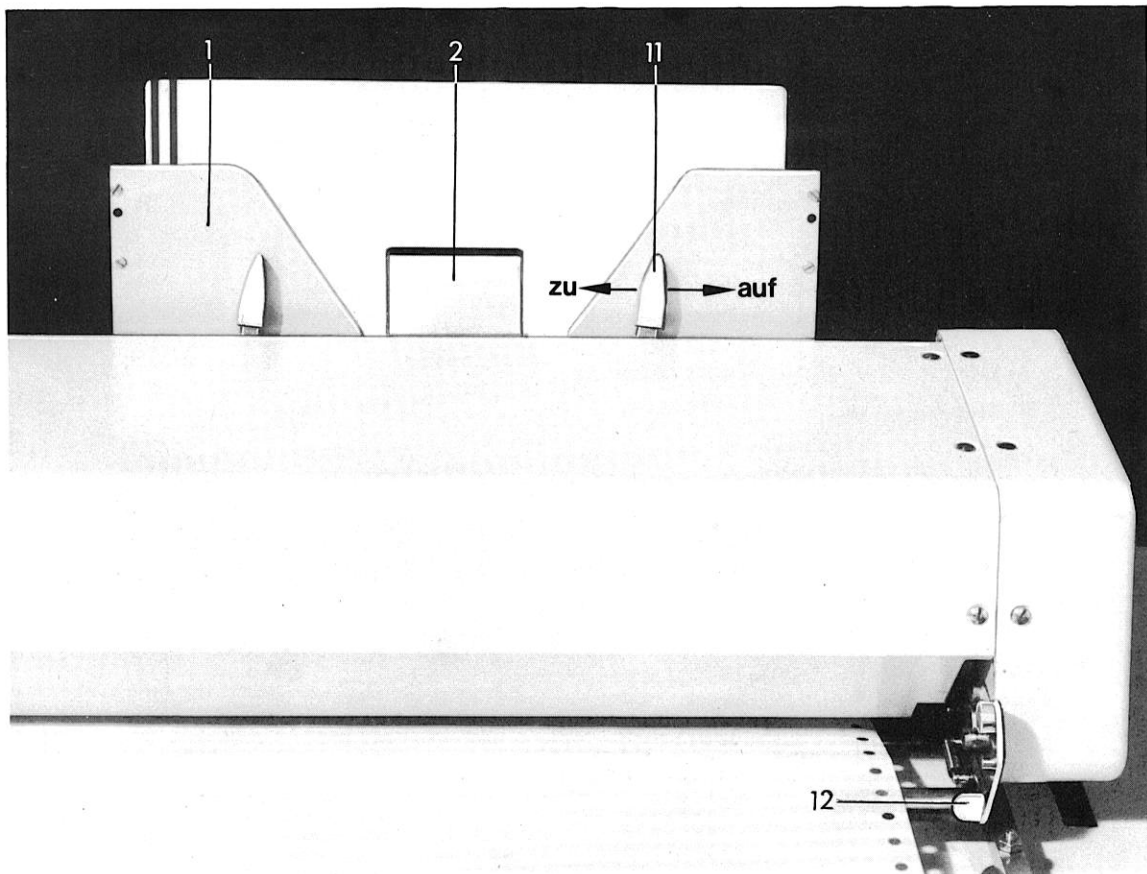

Abb. 18 MKE 2, Rückansicht
in Abb. 18:
Beim Abnehmen beide Schieber (12) Abb. 18 gleichzeitig nach innen drücken, MKE ausklinken und aus den Lagerwinkeln herausheben.
- Kartentasche durch Schwenken des Verriegelungshebels (11) Abb. 18 nach rechts arretieren.